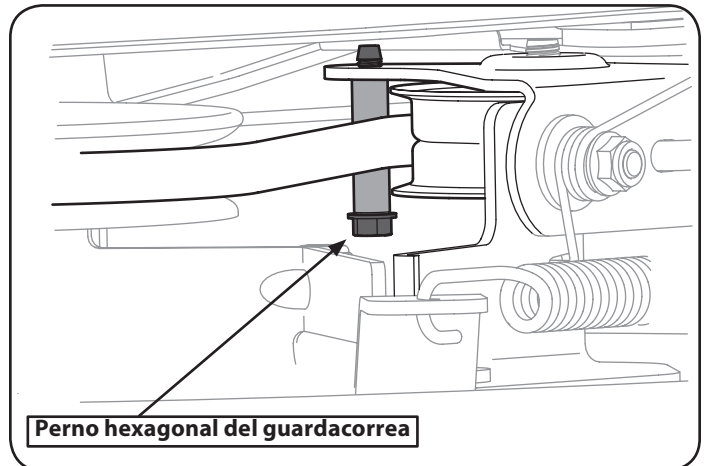

Figura 36
6. Extraiga el espaciador del guardacorrea extrayendo los pernos hexagonales que la sujetan. Vea la Figura 36.